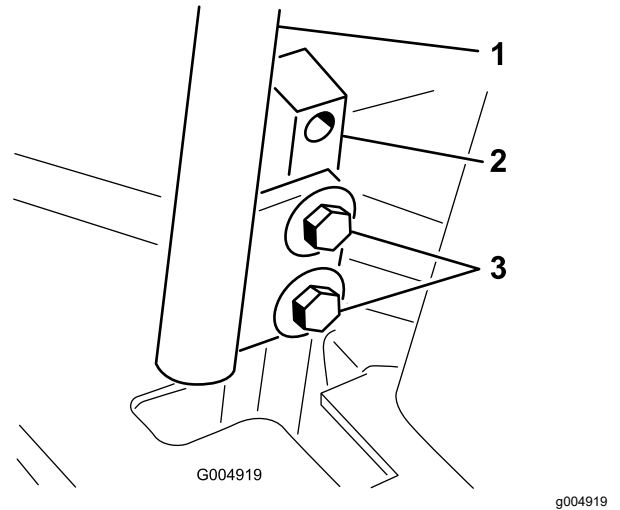

Figura 53
3. Afloje los pernos que sujetan las palancas de control (Figura 53).